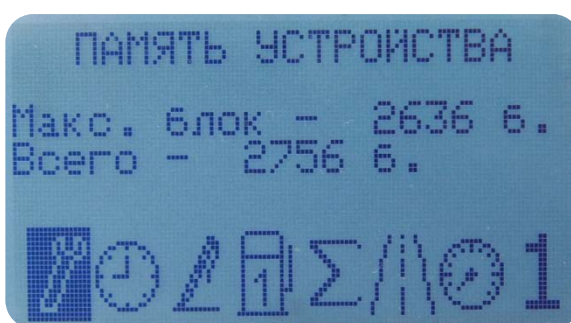

Рисунок 45 – Память устройства
- состояние памяти устройства (рис. 45);